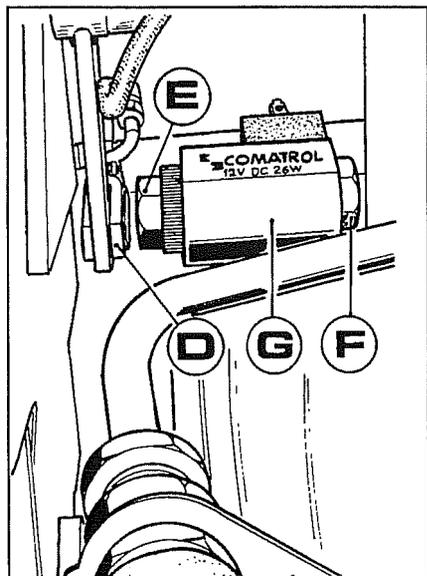

Abb. 17
- 2- Die Schaltgabel des Allradantriebs **D** Abb. 17 abtrennen, um keine Schwierigkeiten beim Herausziehen der Gruppe Spule Solenoid zu haben.
3. Die Mutter **E** Abb. 17 lockern, um die Bewegung der Spule **G** zu gestatten, damit es möglich ist, die Mutter **F** des Solenoids mit dem Schlüssel zu lockern, dann die Gruppe losschrauben und Herausziehen.
- a. Die Spule **G** Abb. 17 wieder auf das Solenoid montieren.